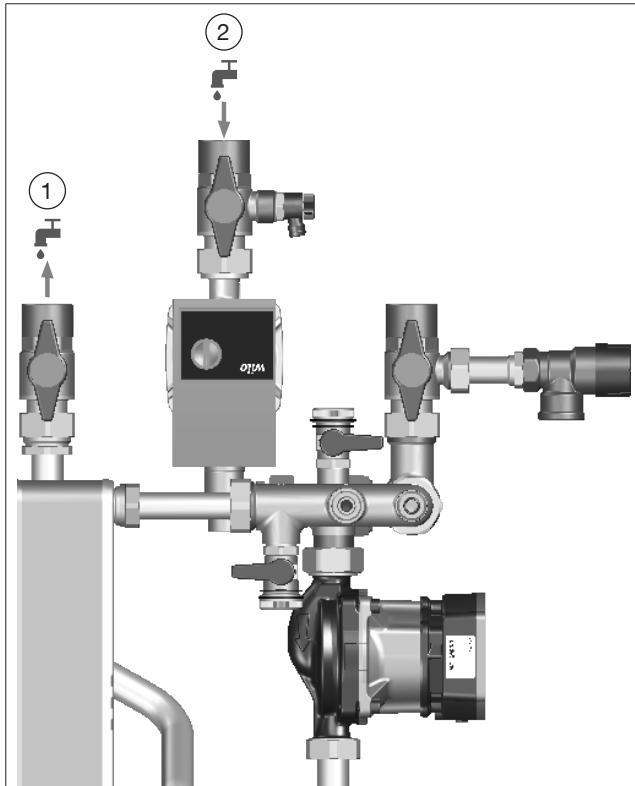

Abb. 10: Funktionsbeschreibung (Bsp. mit Hocheffizienzpumpe)
(1) Vorlauf Zirkulation Trinkwasser warm
(2) Rücklauf Zirkulation Trinkwasser warm
- ▶ Verrohren Sie die Zirkulationsleitungen wie in Abb. 10 beschrieben.
Wenn Sie das Zirkulationsset ohne Hocheffizienzpumpe verwenden, können Sie die Hocheffizienzpumpe beliebig zwischen der letzten Zapfstelle und der Frischwasserstation in den „Rücklauf Zirkulation Trinkwasser warm“ (Position 2 in Abb. 10) einbauen.
1. Öffnen Sie langsam den Absperrkugelhahn Rücklauf Zirkulation Trinkwasser warm (siehe Position (2) in Abb. 10).
- Schließen Sie langsam die Absperrkugelhähne am „Rücklauf Zirkulation Trinkwasser warm“ und am „Vorlauf Zirkulation Trinkwasser warm“ (Positionen (1) und (2) in Abb. 10 auf Seite 10).